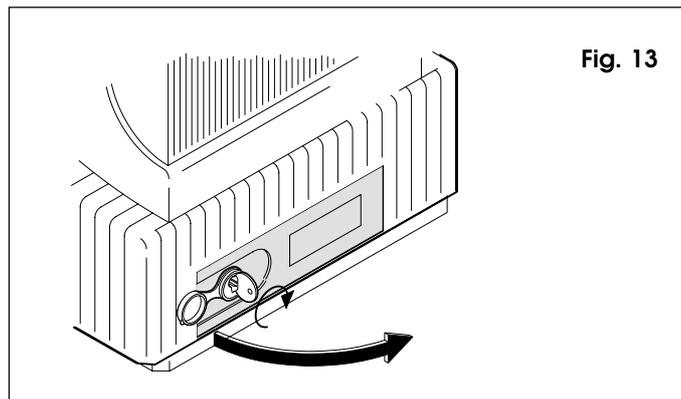
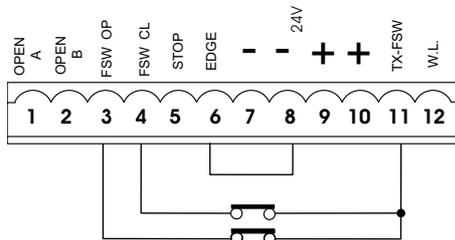

Fig. 13
Fig. 6
- ôter le bouchon protecteur et insérer la clé fournie dans la serrure (fig.13);
- tourner la clé dans le sens des aiguilles d'une montre et ouvrir le capot du dispositif de déverrouillage comme indiqué fig.13.
On reporte ci-après les schémas les plus communs de connexion des photocellules et des dispositifs de sécurité (fig. 6 à fig. 13).